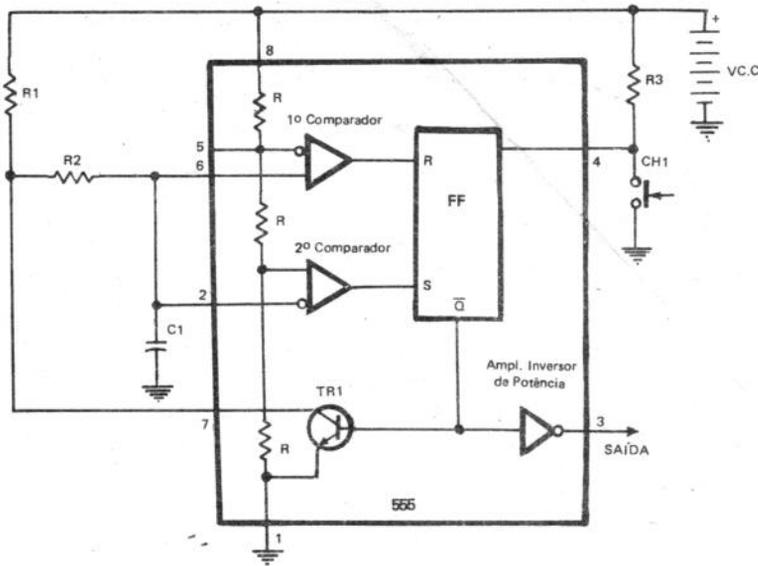
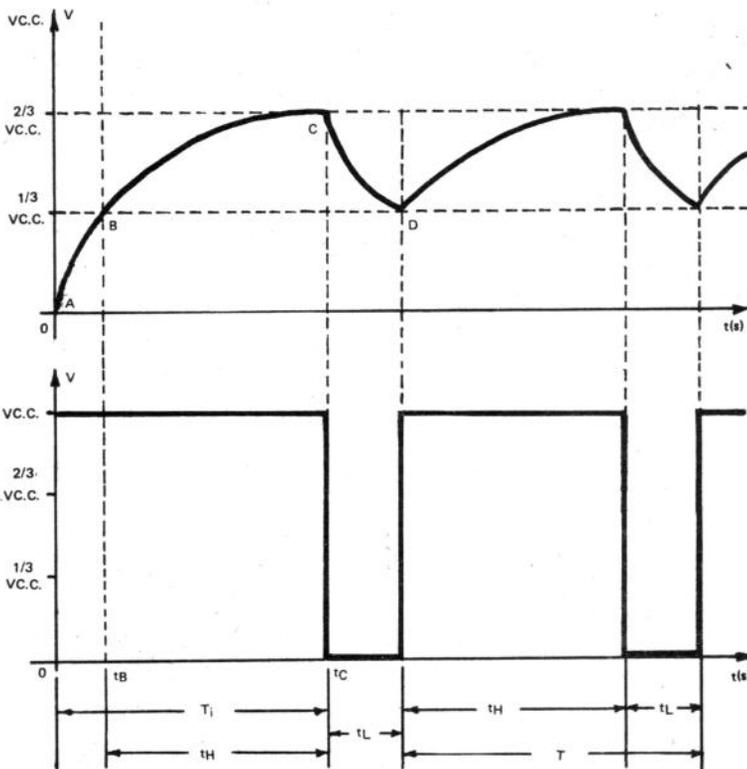

Fig. 1 — Estrutura básica de um astável utilizando o C.I. 555
Fig. 2. - Diagrama de fases mostrando a variação de d.d.p. sobre C1 (diagrama superior) e a forma de onda esperada na saída (diagrama inferior).
Na Fig. 1 temos a estrutura básica de um astável utilizando o "famigerado" 555! Um circuito extremamente simples!
Nada de desânimo! Para entender o funcionamento do circuito vamos supor que o interruptor CH1 se encontre "aberto", tal qual ilustra a Fig. 1, e que o capacitor C1 esteja sem carga ou, pelo menos, com uma carga tal que a diferença de potencial (d.d.p.) entre suas armaduras seja inferior à terça parte da tensão de alimentação, no caso V C.C. que faremos ser igual a 12 V para facilitar o raciocínio.
em consequência, a saída do integrado (pino 3) assume o estado H, aproximadamente V C.C. ou 12 volts, em nosso caso; o nível baixo (L) da saída \bar{Q} do flip-flop faz com que TR1 deixe de conduzir, permitindo que o capacitor receba carga através dos resistores R1 e R2 — ver Fig. 1. Algum tempo depois a (d.d.p.) entre os terminais de C1 é tal que ela sensibiliza o primeiro comparador de tensão através do pino 6 do integrado (entrada **sensor de nível**) o qual, por sua vez, recicla o flip-flop. . .
2. de forma manual, ao acionar o interruptor CH1 (Fig. 1) que fornece o nível baixo à entrada **reciclagem** do integrado, mantendo-o inativo (repouso — saída em nível baixo) enquanto perdurar essa condição.
— Descobrir pela Fig. 1 que o capacitor C1, responsável pelas oscilações, admite carga através do par de resistores R1 e R2, perde a carga apenas por R2. . . A observação é importante?
— Claro que se $R1=0$ temos a igualdade entre as duas constantes de tempo, e a forma de onda gerada pelo astável da Fig. 1 SE-R1A quadrada ($t_H=t_L$) mas isso não é possível, já que o valor de R1 se constitui em um limitador de corrente para o transistor TR1. . .
Assim como fizemos na "aula" passada, tentaremos deduzir uma expressão matemática capaz de avaliar o valor da frequência das oscilações em função dos elementos da rede de temporização, ou seja, em função de R1, R2 e C1 (Fig. 1). Para tal, consideraremos o par de diagramas de fases da Fig. 2, onde o desenho superior mostra a variação da d.d.p. entre os bornes de C1 e o diagrama inferior o sinal que esperamos observar na saída do circuito da Fig. 1. . .
— As "curvinhas" da Fig. 2 são exponenciais?
Levando em consideração o circuito da Fig. 1 e os diagramas de fases da Fig. 2 podemos escrever:
Notamos que, para o ponto considerado, ponto C da Fig. 2, temos:
$$\text{da Fig. 2: } t_H = t_C - t_B$$